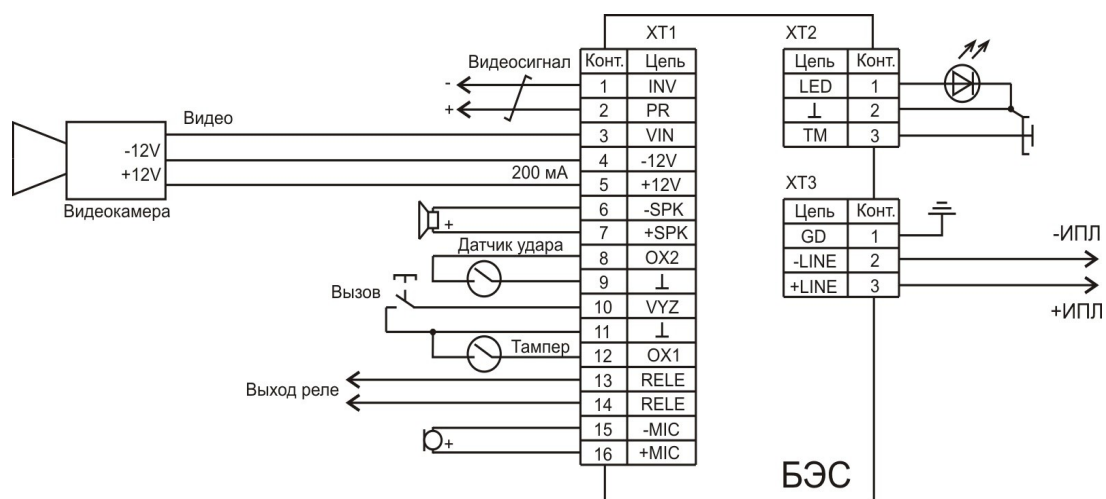

Рисунок 9 - Схема подключения внешних цепей к БЭС (с встроенным видеоусилителем)
8) Подключить кабель ИПЛ к разъему ХТ3, соблюдая полярность, в соответствии со электрической принципиальной схемой (рисунок 9). Рекомендуемый тип кабеля для РК 50-7-11. Для расчета количества БЭС, подключенных к одному мастер-устройству, например, БКД-МЕ, следует воспользоваться программой «Расчет луча СОС-95», которая находится в свободном доступе на сайте МНПП САТУРН www.mnppsaturn.ru.